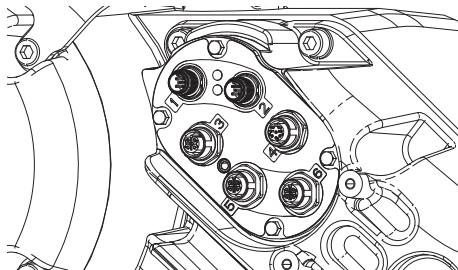

図 40
- c. コードグリップ (CG) を緩めます。
- d. コードグリップ (CG) を通してワイヤを引っ張り、ドライバーハウジングからワイヤを取り外します。
- e. ドライバー (AB) の側面のポート 1 ~ 6 に接続されているケーブルを外してください。図 40 に示されている要領で行います。